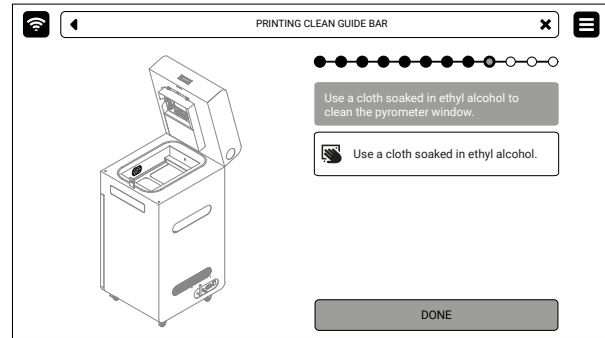

Abb. 6.11 Wische das Pyrometer-Fenster ab.
- Wische das Pyrometer-Fenster noch einmal mit einem trockenen Baumwolltuch ab, um alle Alkoholreste zu entfernen. Drücke auf **DONE** (Abb. 6.11)